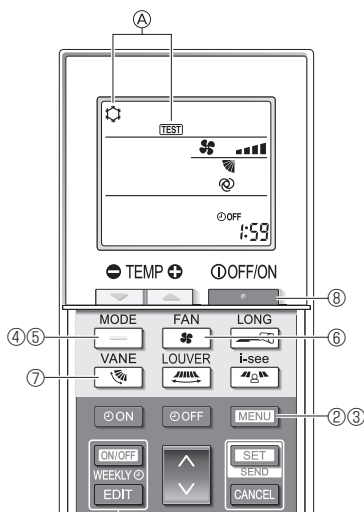

Fig. 7-5
- ① Сынақ басталғанға дейін кем дегенде 12 сағат бұрын қуатты құрылғыға қосыңыз.
- ② [MENU] түймесін 5 секунд бойы басыңыз. (Fig. 7-5)
- ③ [MENU] түймесін басыңыз.
- ④ [A] [СЫНАҚ] және ағымдағы жұмыс режимі көрсетіледі. (Fig. 7-5)
- ⑤ Салқындату режимін қосу үшін [ ] түймесін басыңыз, содан соң салқын ауаның құрылғыдан шыққанын тексеріңіз.
- ⑥ Жылыту режимін қосу үшін [ ] түймесін басыңыз, содан соң жылы ауаның құрылғыдан шыққанын тексеріңіз.
- ⑦ [ ] түймесін басып, желдеткіштің жылдамдығының өзгеретіндігін тексеріңіз.
- ⑧ [ ] түймесін басып, автоматты қалақшаның дұрыс жұмыс істейтінін тексеріңіз.
- ⑨ Сынақ жұмысын тоқтату үшін [ ] түймесін басыңыз.